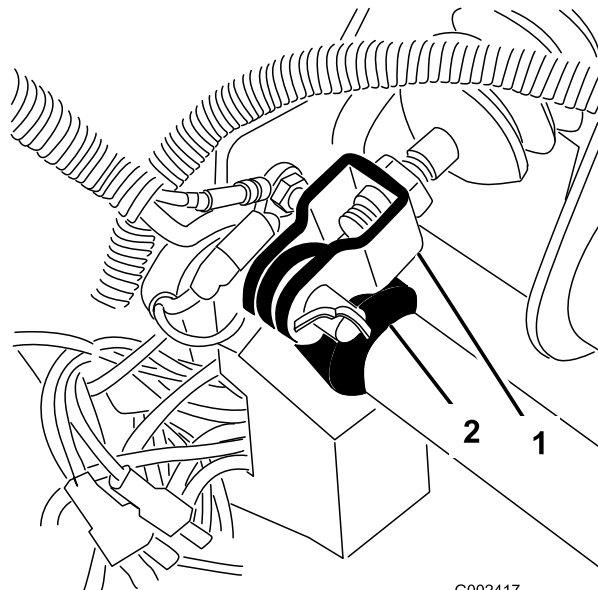

Bild 64
1. Nehmen Sie den Splint und Lastösenbolzen ab, mit denen das Hauptzylinderjoch am Bremspedalgelenk befestigt ist (**Bild 64**).